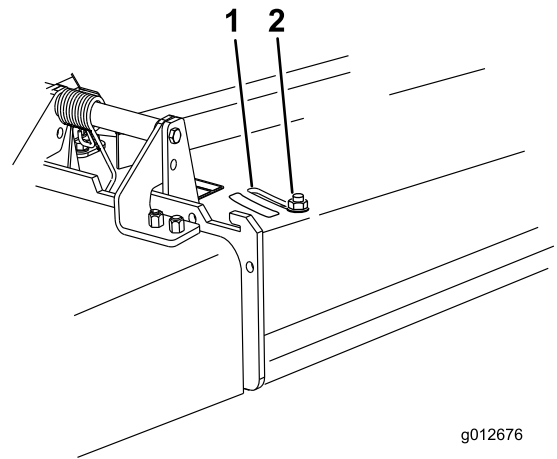

Figura 17
3. Para ajustar el deflector, afloje la tuerca (Figura 17).